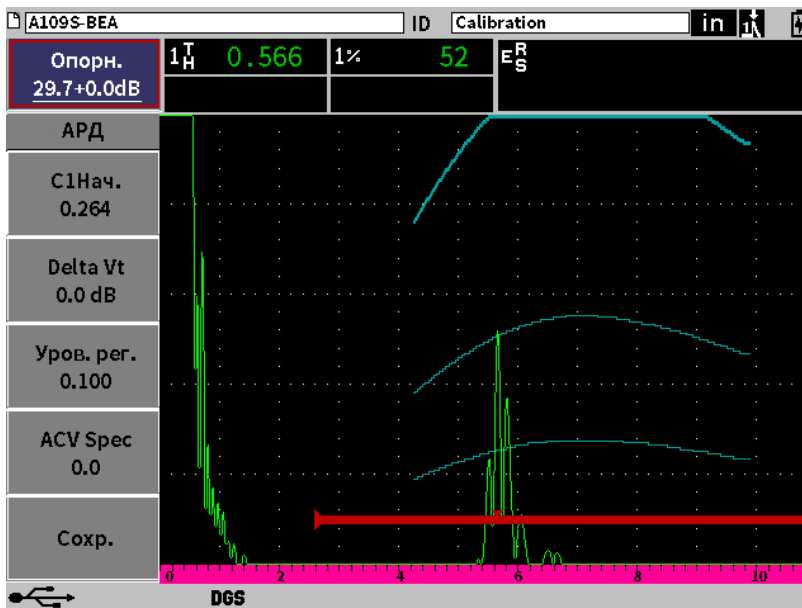

Рис. 11-24 Отрегулированное усиление кривой АРД-диаграммы
1. Используя ручку регулятора, выделите область настройки (Опорн.) усиления, затем нажмите клавишу Enter (Рис. 11-24 на стр 188).
На Рис. 11-24 на стр 188 показана настройка АРД-диаграммы с усилением кривой, обеспечивающая точность измерения амплитуды эхо-сигнала путем расположения эхо-сигнала на уровне 80% от высоты экрана.